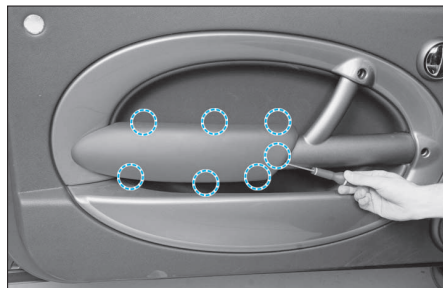

FIG. 30
- Selon équipement, déposer l'accoudoir (1) (Fig.30).